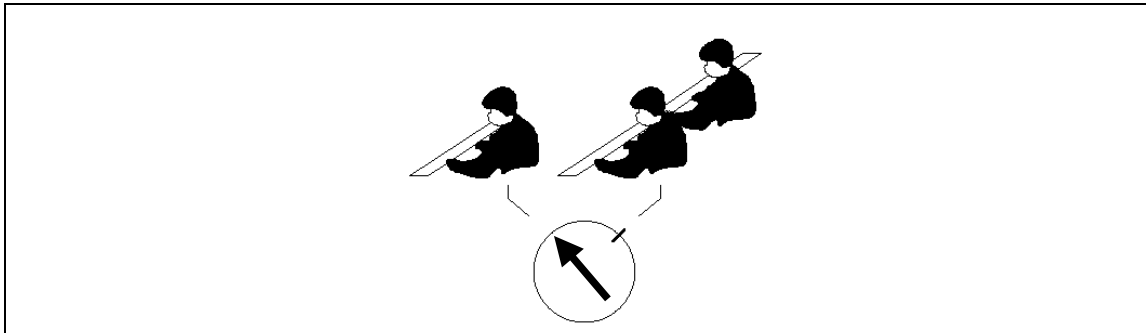

Abb. 7-27 Schlüsselschalter Betrieb mit zwei Bedienstationen
- Schlüsselschalter Betrieb mit zwei Bedienstationen auf „Steuerung durch einen Bediener stellen“ (Abb. 7-27).